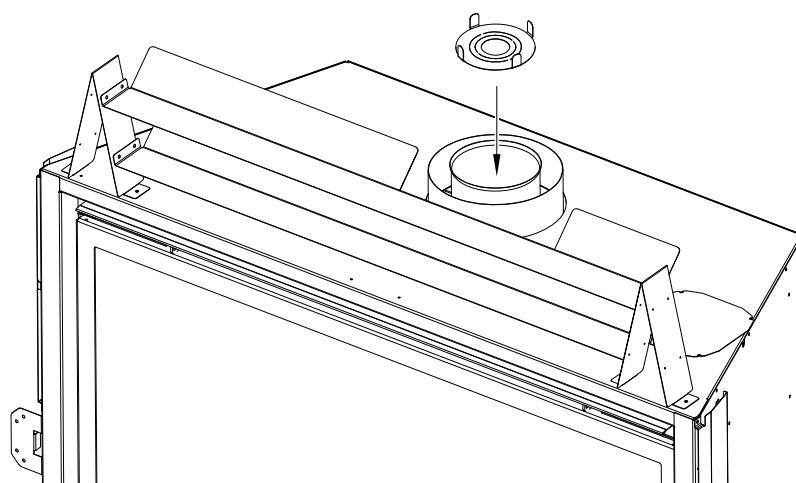

Figure 8.1 - Installation du restricteur d'évacuation
- L'écran thermique de conduit d'évacuation (fourni) doit être installé pour toute configuration du conduit d'évacuation. Voir la Figure 8.1. Dans cette figure, l'écran thermique de la bordure de dégagement supérieure est partiellement coupé, pour mieux montrer l'écran thermique du conduit d'évacuation.
- La plaque de restriction est expédiée avec tous les anneaux intérieurs intacts et, une fois installée, elle offre la restriction d'évacuation la plus élevée. Les (2) anneaux précoupés du centre peuvent être retirés. Pour créer moins de restriction, retirer seulement le premier anneau du centre; pour créer encore moins de restriction, retirer aussi le deuxième anneau du centre.